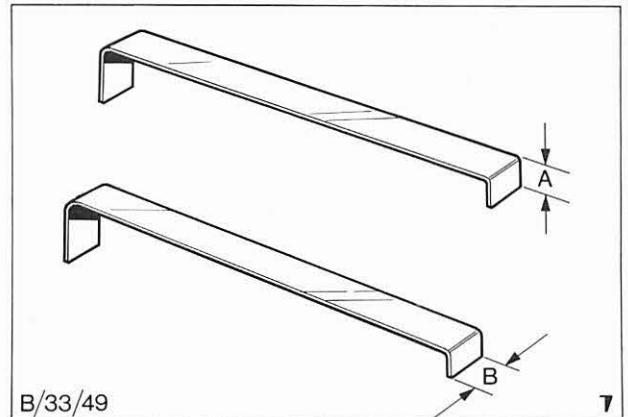

Abb. 37 Abzieher zum Ausbau der Zeituhr
1. Zwei Abzieher mit den in Abb. 37 gezeigten Maßen anfertigen und um 90° umbiegen.